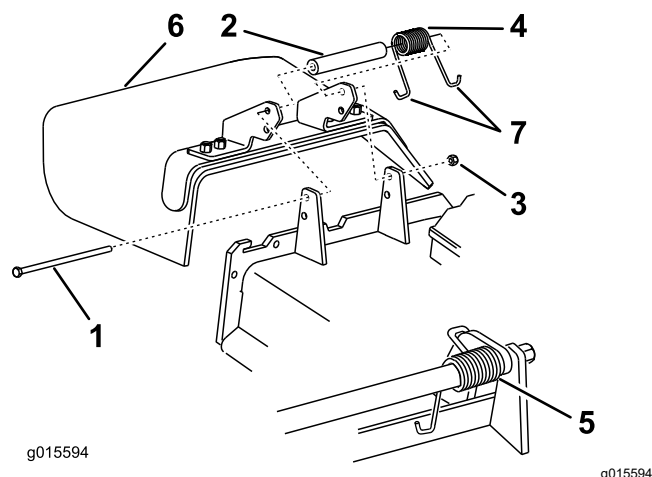

Figura 100
1. Retire la contratuerca, el perno, el muelle y el espaciador que sujetan el deflector a los soportes de pivote (Figura 100).
2. Retire el deflector de hierba dañado o desgastado (Figura 100).
Nota: Asegúrese de colocar un extremo con gancho en **J** del muelle detrás del reborde de la carcasa antes de instalar el perno, según se muestra en Figura 100.
6. Coloque 1 extremo en **J** del muelle alrededor del deflector de hierba (Figura 100).